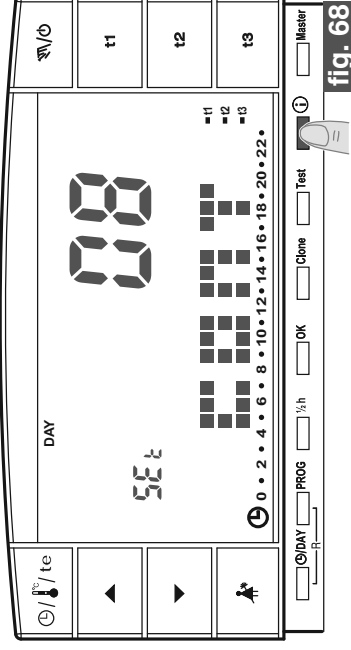

fig. 68
- Desde la pantalla anterior pulsar una vez la tecla  : en pantalla aparecerá el mensaje **CONT** y el valor de contraste activado, configuración de fábrica **08** (ejemplo fig. 68).